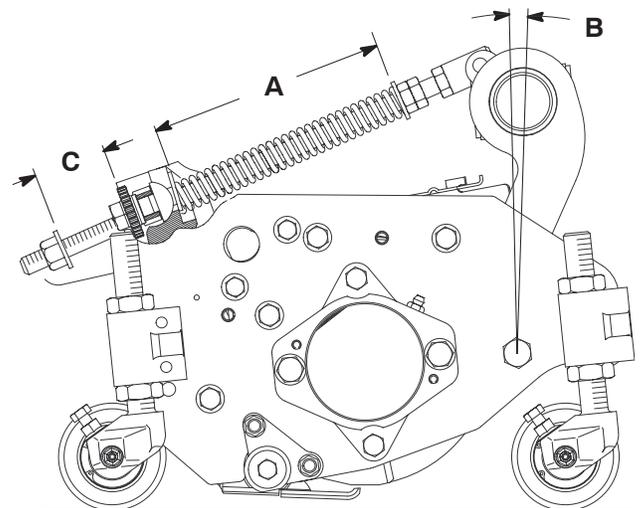

Bild 11
Die Rasenkompensierungsfeder (Bild 11), mit der der Trägerrahmen am Mähwerk befestigt ist, steuert den Umfang der möglichen Vorwärts- bzw. Rückwärtsrotation und die Bodenfreiheit beim Transport und Wenden.
1. Ziehen Sie die Sicherungsmutter hinten an der Federstange fest, bis der Abstand **C** zwischen der Federhalterung hinten und der Scheibe vorne 26 mm beträgt (Bild 11).
2. Ziehen Sie die Sechskantmutter vorne an der Federstange fest, bis die komprimierte Länge **A** der Feder 203 mm beträgt (Bild 11).
Hinweis: Beim Schneiden von Roughs oder welliger Rasenfläche erhöhen Sie die komprimierte Länge **A** der Feder auf 216 mm und den Abstand **C** zwischen der Federhalterung hinten und der Scheibe vorne auf 39 mm (Bild 11).